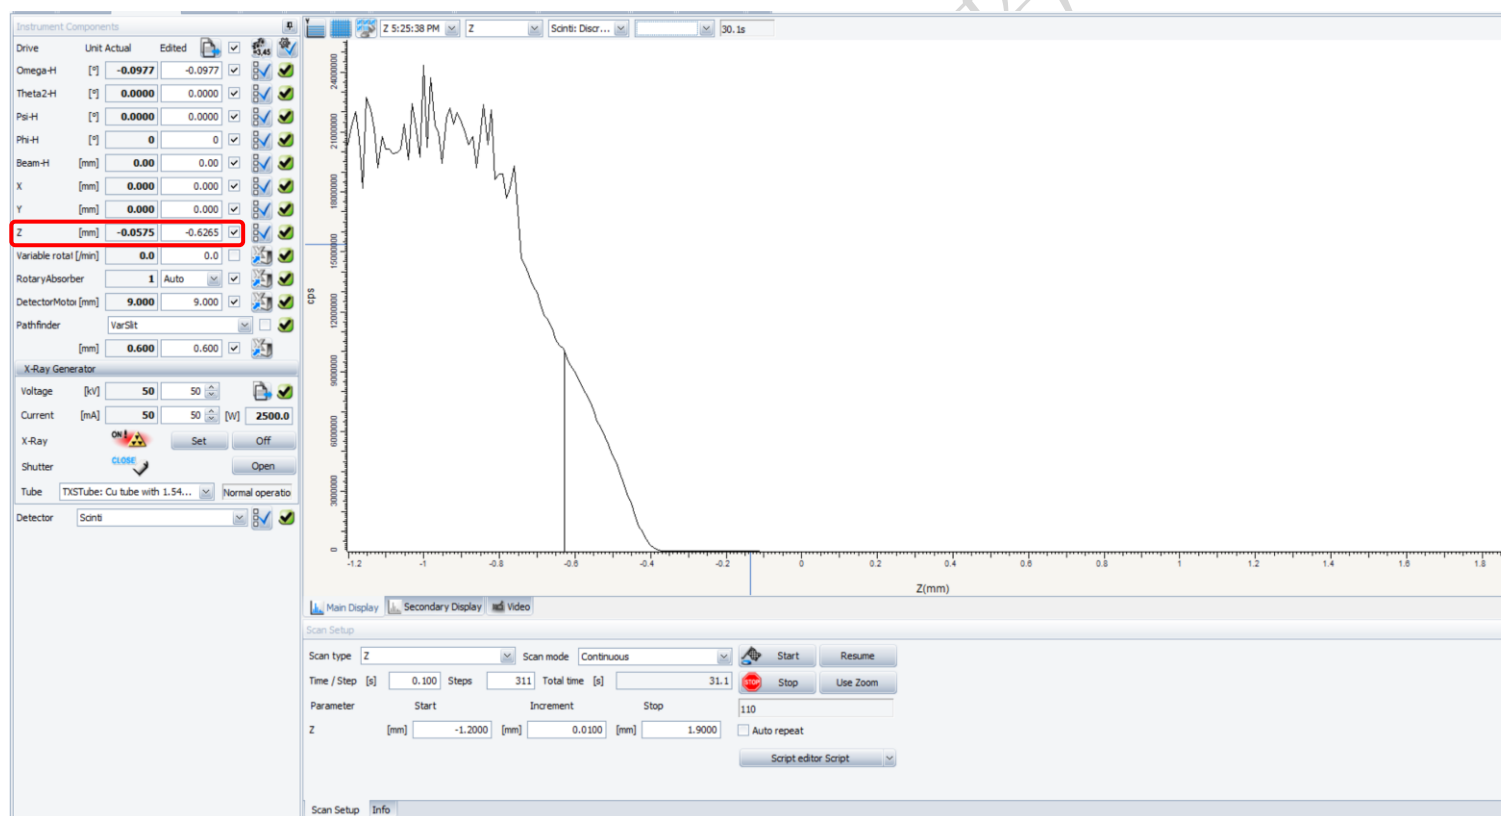

图 6-9 Z scan 扫描
6.8.2.2 扫描参数: Scan type: Z, Scan range: -1.2 ~ 1.9mm, Increment: 0.01 or 0.005mm/step, Time/Step: 0.1 s/step, Maximum ≈ 2100 万 cps, 在 Z 曲线半高处双击此曲线, 自动读取 Z 的准确高度到左列 Z 框中 (图 6-9)。